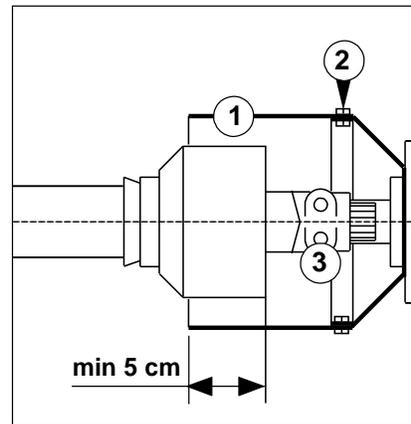

Fig. 11 - Albero cardanico
- 1) Togliere la protezione della presa di forza (1 Fig. 11) della macchina allentando le viti (2 Fig. 11), agganciare il giunto cardanico dal lato limitatore e bloccare i due pulsanti (3 Fig. 11) nelle apposite scanalature.
DOPO AVERE AGGANCIATO L'ALBERO CARDANICO, VERIFICARE CHE LE PROTEZIONI SI SORMONTINO, UNA SULL'ALTRA PER ALMENO 5 CENTIMETRI (FIG. 11).